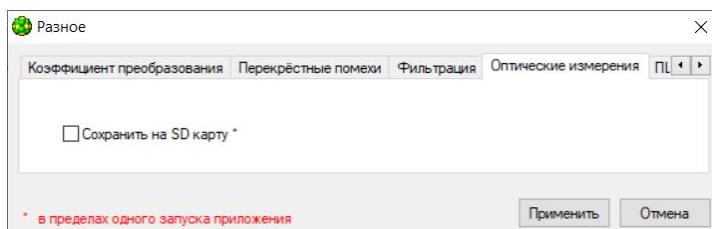

Рис.7 Вкладка «Оптические измерения»
**Оптические измерения:** сохранение оптических данных на SD-карту (не рекомендуется) (Рис.7).